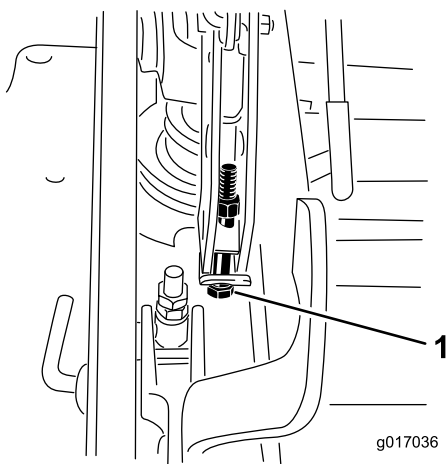

Figura 96
13. Se a plataforma estiver demasiado baixa, aperte o parafuso de ponto único de ajuste rodando-o no sentido dos ponteiros do relógio. Se a plataforma estiver demasiado alta, desaperte o parafuso de ponto único de ajuste rodando-o no sentido contrário ao dos ponteiros do relógio (Figura 96).